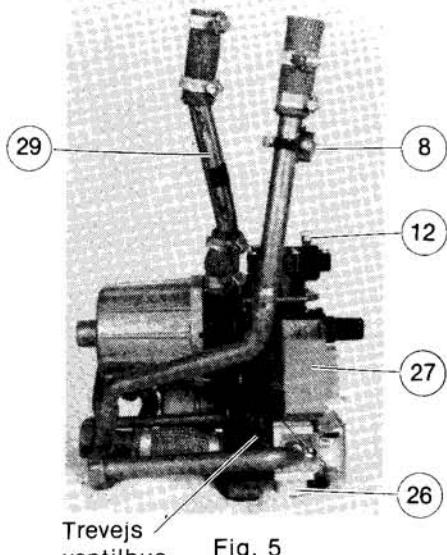

Fig. 5
8. »Dansk« overkogstermostat, se fig. 5,
12. Aut. luftudskiller, se fig. 5 og 6
26. Stilbar by-pass, se fig. 5 og 6